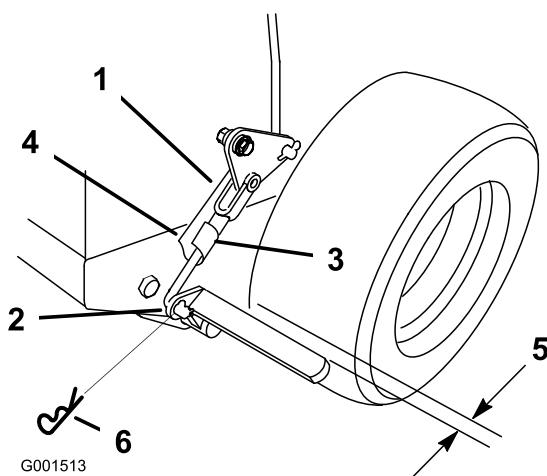

Figura 48
3. Retire el pasador de seguridad del acoplamiento inferior del freno (Figura 48).
4. Gire la horquilla del acoplamiento de freno inferior en el sentido de las agujas del reloj (enroscar) para apretar el freno de estacionamiento; gire la horquilla del acoplamiento del freno en el sentido contrario a las agujas del reloj (desenroscar) para aflojar el freno de estacionamiento (Figura 48).
Nota: Debe haber un espacio de aproximadamente 6 mm (1/4 pulg.) entre el neumático y la barra plana cuando el freno de estacionamiento está en posición de quitado (Figura 48).
5. Fije el acoplamiento inferior a la palanca de freno inferior con el pasador de horquilla y el pasador de seguridad (Figura 48).